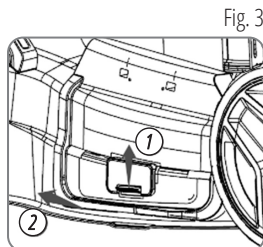
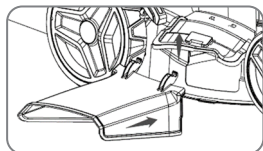

Fig. 3
Fig. 4
Soulevez le verrou de la sortie latérale. Relevez le couvercle de la sortie latérale (Fig. 3) et accrochez la goulotte d'éjection latérale sur l'axe. Abaissez le couvercle et appuyez fermement sur la goulotte d'éjection latérale pour la fixer (Fig. 4).
3. Fixez le câble au guidon à l'aide d'un serre-câble (Fig. 3).
1. Fixez le sac sur le cadre métallique (Fig. 4). Assurez-vous qu'il est bien attaché.